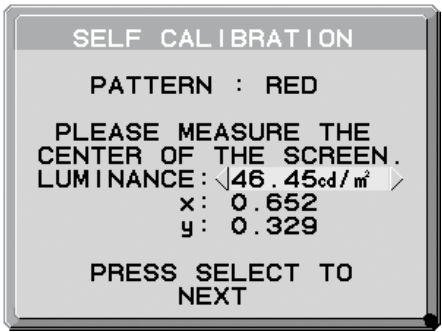

图 S.3
4. 将显示测量屏幕。使用外部近程颜色分析器测量显示器中心的亮度和色度值。使用控制键将测得的值输入 LUMINANCE（亮度）中，然后按 SELECT 键（图 S.3）。